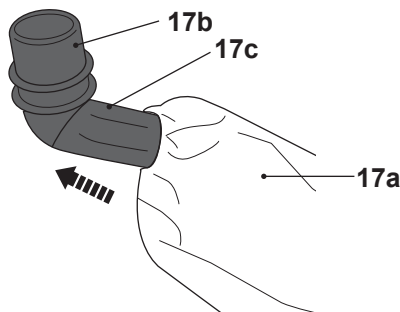

Fig. 7
- > Comprove e recolha, se necessário, o saco de recolha do pó (17a) com o conector (17b) (Fig. 7).